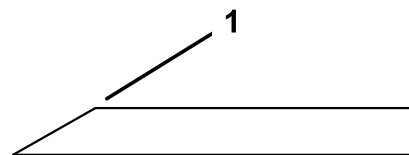

Figure 40
1. Au moyen d'une lime, aiguissez les tranchants aux deux extrémités de la lame (Figure 40).